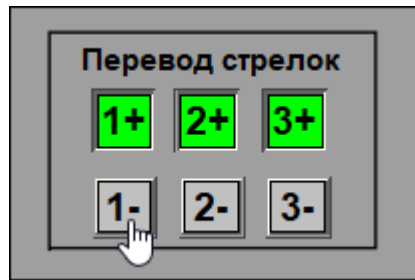

Рис. 3.12 Окно «Перевод стрелок»
1. Нажать ЛКМ на номер стрелки, в панели «Перевод стрелок» (Рис. 3.12).